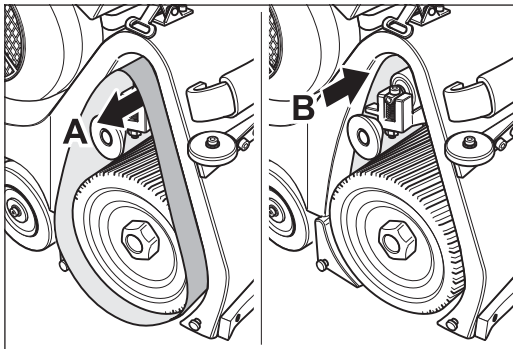
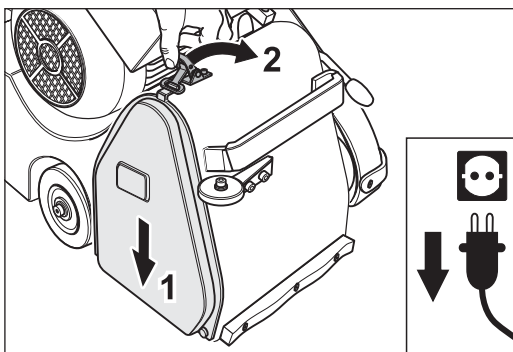

Abb. 79 Verläuft das Schleifband in Richtung A oder B, muss das Aggregat nachjustiert werden.
Abb. 80 Nach erfolgreicher Überprüfung und Einstellung des Schleifbandlaufs das Abdeckblech wieder anbringen.
- 5 Wenn das Schleifband entweder nach vorne (Richtung A in Abb. 79) oder nach hinten (Richtung B in Abb. 79) verläuft, ist eine Nachjustierung des Aggregats notwendig (→ *Abschnitt 7.3.2, Einstellung des Schleifbandlaufs*). Wenn das Schleifband nicht auf der Spannwalze verläuft, bringen Sie das Abdeckblech wieder an (Abb. 80).
Verläuft das Schleifband (Richtung **A** oder **B** in Abb. 79), muss es umgedreht werden und ein nochmaliger Testlauf erfolgen.
Läuft das Schleifband nach vorne (Richtung **A** in Abb. 79) und nach dem Umdrehen nach hinten (Richtung **B** in Abb. 79) oder umgekehrt, ist das Schleifband von schlechter Qualität und kann **nicht verwendet werden** (die Hülse ist konisch)!
- 9** Bringen Sie nach der erfolgreichen Einstellung des Schleifbandlaufs das Abdeckblech wieder an (Abb. 80).